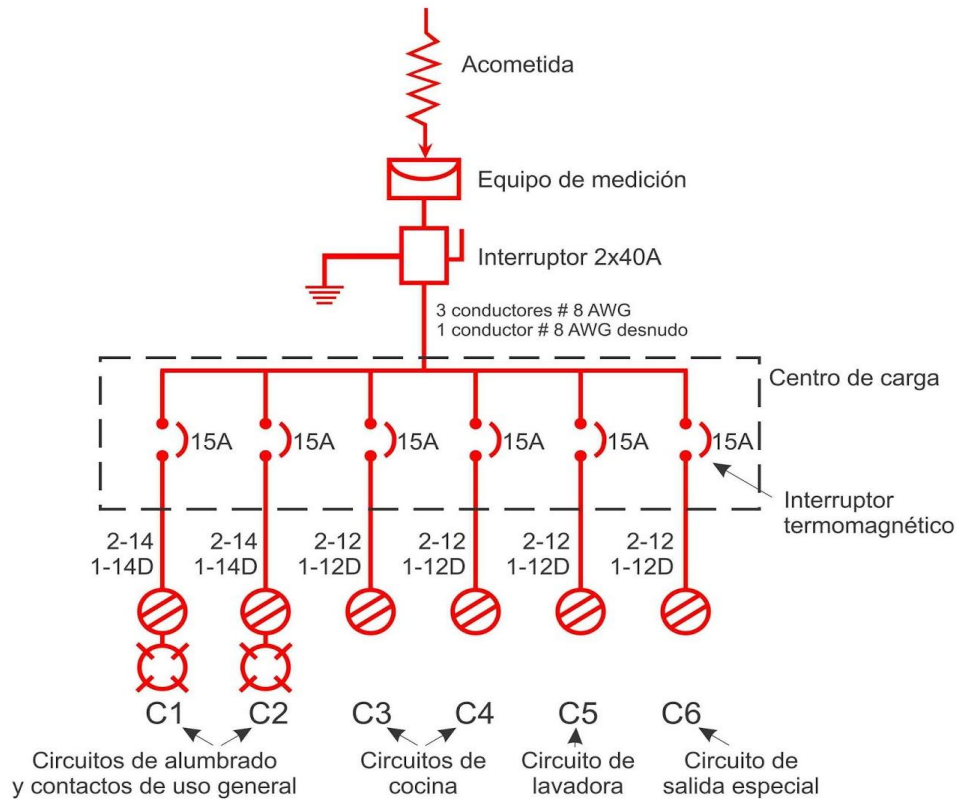

Figura 1. Diagrama Unifilar Residencial
3.5.1 Realizar montaje de un sistema monofásico alimentado a **120 Voltios**, en los módulos didácticos de instalaciones eléctricas del ambiente, el diagrama mostrado en la figura 1.